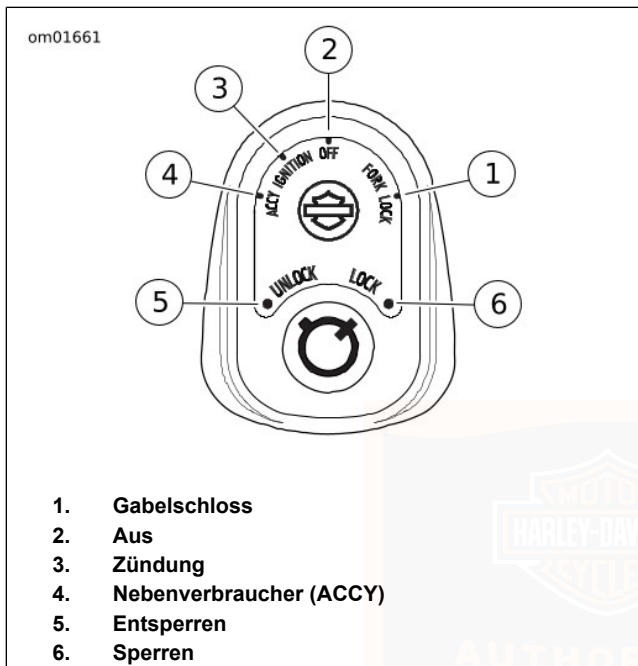

Abbildung 4. Zündschalter (in AUS-Stellung abgebildet)
Siehe Abbildung 4. Der Zündschalter steuert die elektrischen Funktionen des Motorrads.
Siehe Abbildung 4. Wenn das Gabelschloss sofort nach dem Parken des Motorrads gesperrt wird, erschwert dies die unberechtigte Verwendung oder den Diebstahl des geparkten Motorrads. Das Gabelschloss ist in den Zündschalter integriert.
2. Siehe Abbildung 4. Den Blinkerschalterknopf auf FORK LOCK (Gabelschloss) drehen und den Knopf nach unten drücken.